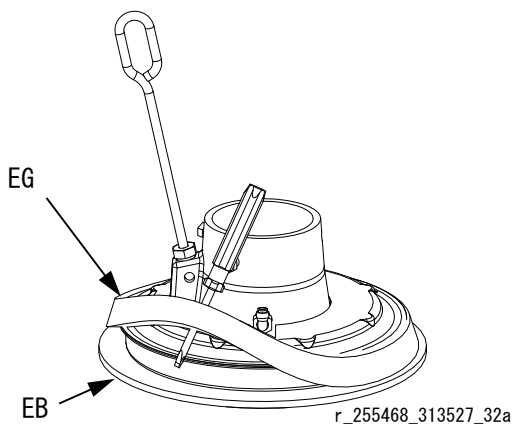

図 13: スペーサの取り付け
2. 上端から作業し、ドライバーを使用して、スペーサ (EG) をフランジとワイパー (EB) の間にはさみます。図 13 を参照してください。